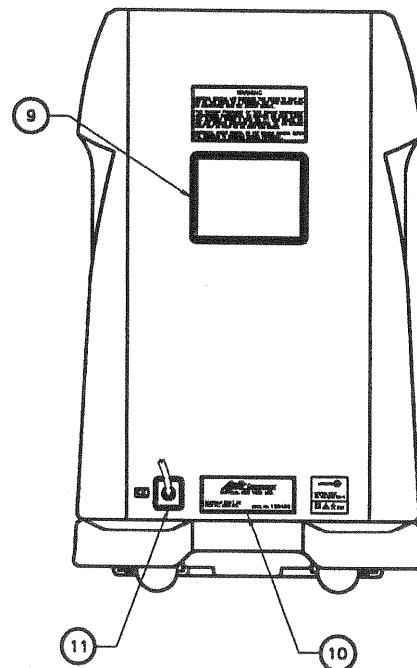

Fig. I.2
I.2. Parte trasera (Fig. I.2)	2-ES
I. 2. Parte trasera (fig. I.2)